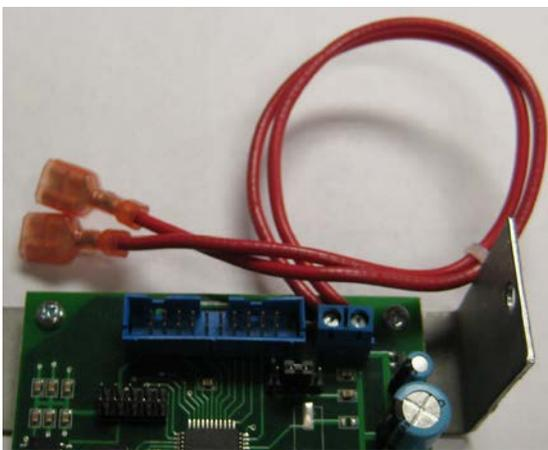

Figure 5 : Fils de connexion du thermostat.
2. Connectez le thermostat ou la minuterie aux fils du thermostat sur l'appareil. (Fig. 5)